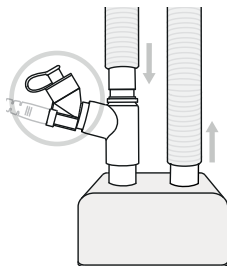

Figure 7. Aerogen Solo du côté sec de l'humidificateur
2. L'Aerogen Solo peut être placé du côté sec de l'humidificateur comme illustré à la figure 7. Le nébuliseur Aerogen Solo peut être utilisé avec une interface nasale dans cette configuration.
Le nébuliseur Aerogen Solo peut être utilisé pour la ventilation par intermittence avec une interface nasale quand il est associé à un humidificateur (figure 7).